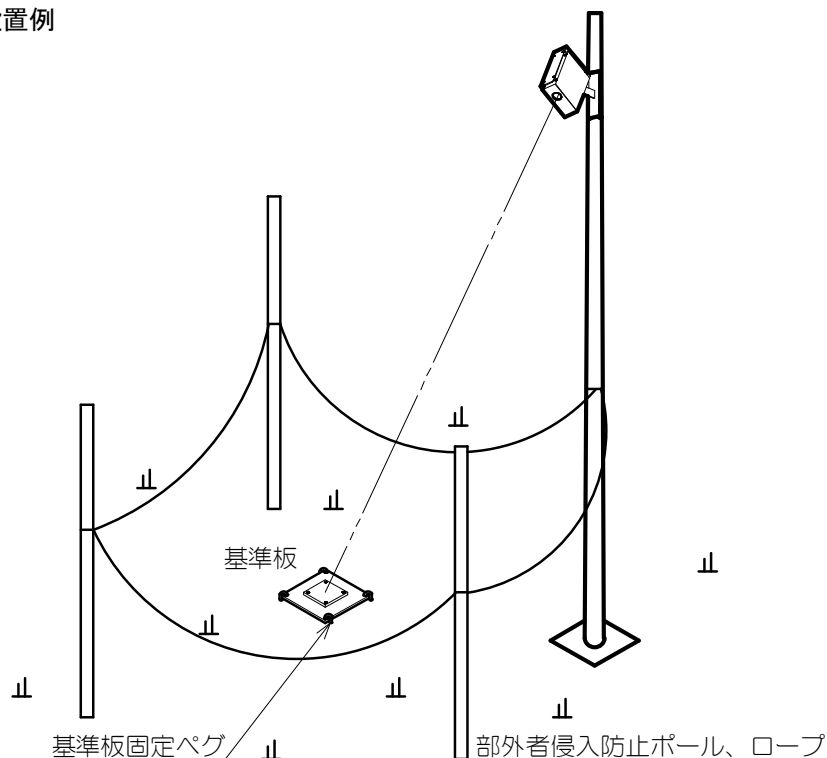

図 3
- ② 屋外での接続ケーブル引き回しは、必ず保護管（市販品）を使用してください。
- ③ 測定ポイントに人が入って荒らされないように、柵の中に設置するか、図 3 のように 3～4 本のポールを立て細いロープを張る（高さ最大積雪深＋約 1m）等の予防措置をお薦めします。
- ④ レーザー光の反射ターゲットは、必ず付属の基準板を使用してください。
- ⑤ 後述の動作試験時、レーザー光（赤色）が基準板の中央にあることを確認の上、ペグを打込み固定してください。この時、レーザー投・受光部は、絶対に直接覗き込まないでください。